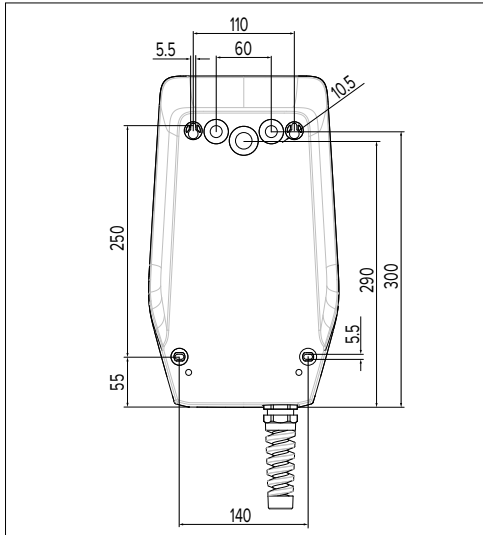

Рис. 6: Размеры отверстий [мм]
При настенном монтаже необходимо предусмотреть расположение кабеля электропитания на основании прилагаемого шаблона для сверления или изображения «Рис. 6: Размеры отверстий [мм]». Кабельные вводы находятся на задней, нижней и верхней сторо-
- ▶ Разметить отверстия с помощью шаблона из комплекта поставки или рисунка «Рис. 6: Размеры отверстий [мм]». Соблюдать горизонтальное расположение отверстий.